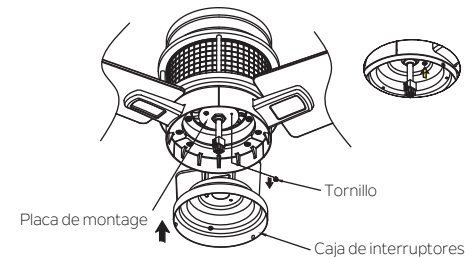

Fig. 15
Paso 1. Retire uno de los tornillos de montaje preinstalados en la placa de montaje y guarde estas piezas para uso posterior. Afloje los otros dos (no los retire). Coloque los dos orificios ovalados en la caja de interruptores sobre los 2 tornillos aflojados anteriormente de la placa de montaje. Haga girar la caja de interruptores hasta que se traben en su lugar en el extremo angosto de los orificios principales. Asegure ajustando los tornillos aflojados previamente y el tornillo retirado anteriormente. (Fig. 15)